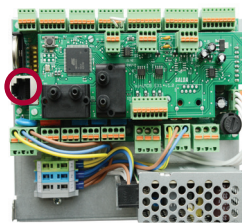

Abb. 2
- MCB-Kabel mit Anschlüssen RJ10 ↔ RJ45 (Zubehör) gebrauchen, damit die Verbindung mit Lüftungsgerät, das eine MCB- oder miniMCB-Steuerplatte hat (Abb. 2 u. 3), hergestellt wird,